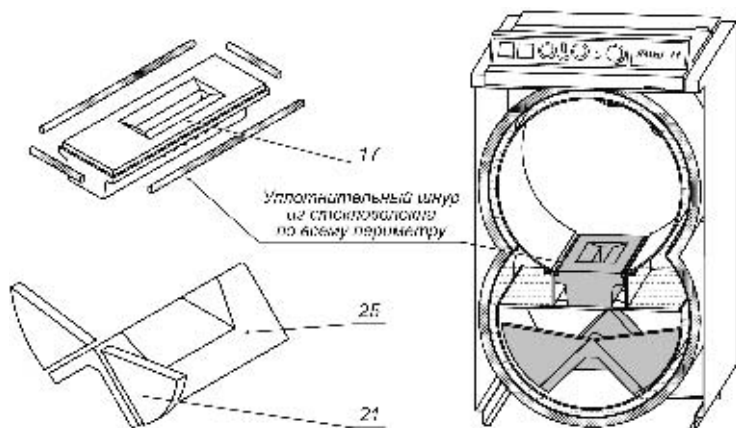

Рис. 5 Расположение жаропрочных плит
Обычно котлы поставляется в собранном виде, но после транспортировки и установки всегда нужно проверить состояние керамических плит из жаропрочного бетона в камере сгорания 5. Как должны быть расположены плиты указано в *рис. 5*. Если котел поступил не собранном вид, тогда сборку камеры сгорания проводить в следующей последовательности:
- Через верхние дверки топки (15) (см. *1а, и рис.5*) в стальную выемку нижней части топки (14) вставляется плита (17), и герметизируется по всему периметру стекловолокнистым шнуром.